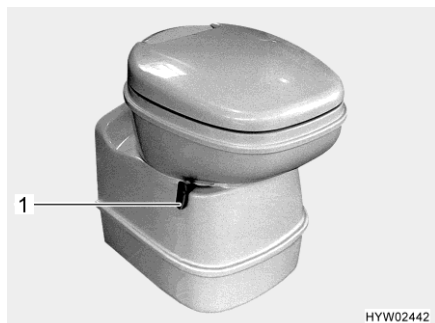
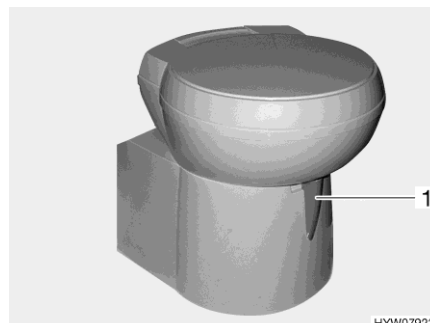

Fig. 269 Cuvette Thetford, orientable
Fig. 270 Cuvette Thetford, orientable (alternative)
- Avant d'actionner la chasse d'eau, ouvrir le curseur des toilettes Thetford. Pousser pour cela le levier du curseur (Fig. 269,1 ou Fig. 270,1) dans le sens inverse des aiguilles d'une montre.